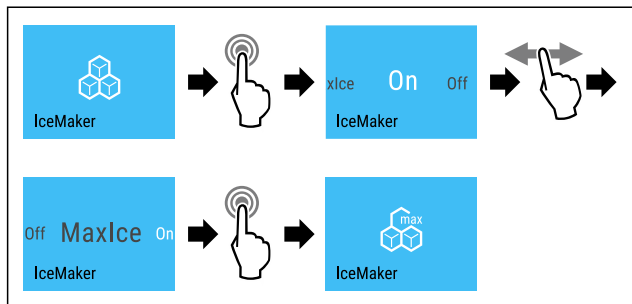

Fig. 18
- Suivre les étapes (voir Fig. 18) .